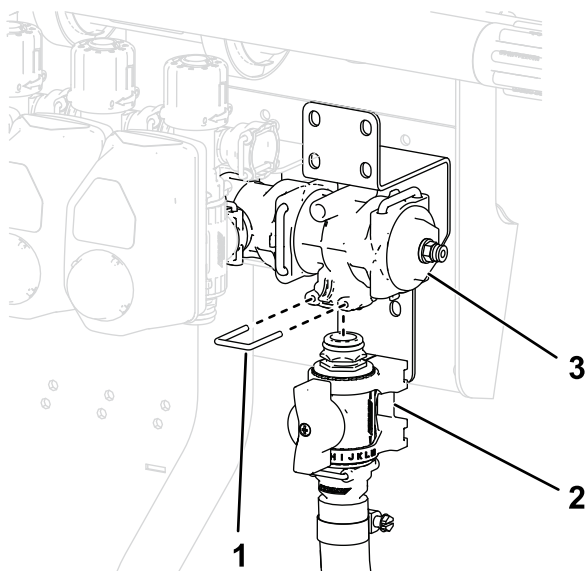

图 38
9. 使用卡环将控制阀总成固定到 T 形接头如图 38 所示。